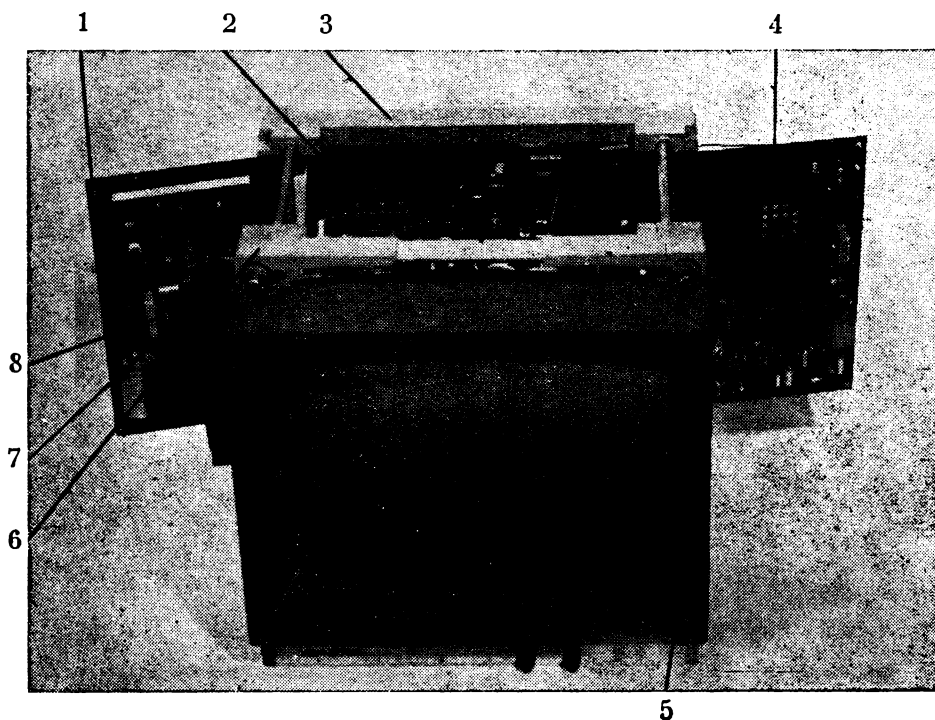

Fig. 4. Monitor TV44 cm cu plăcile de circuite imprimate rabătute :
1. CONSTRUCȚIE MECANICĂ (fig. 4)